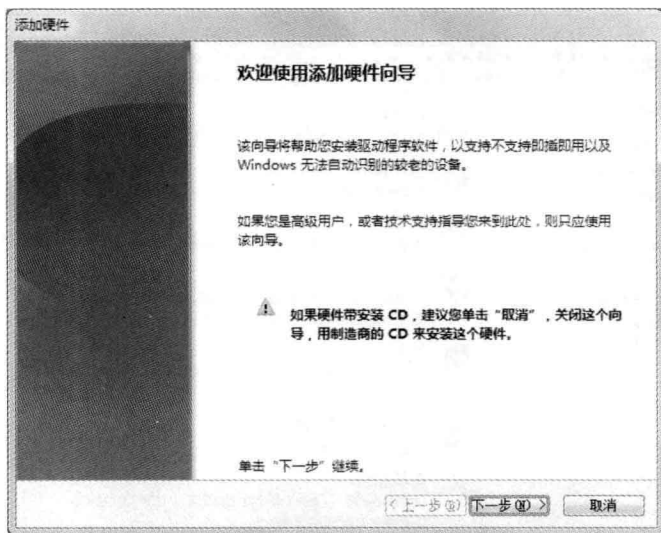

图 1.4 添加/删除硬件向导 2
Step 3 选择【操作】|【添加过时硬件】菜单命令，弹出如图 1.4 所示界面。